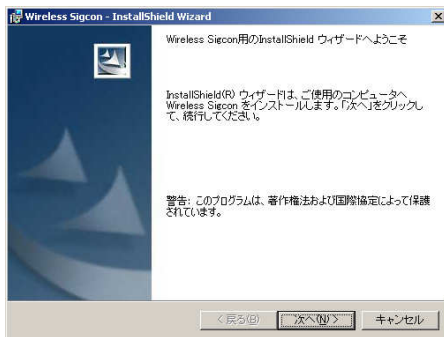

図6. インストール画面1
- ① 他のアプリケーションをすべて終了させ、付属の CD をパソコンに挿入し、『Setup.EXE』を実行してください。
- ② Setup が起動すると図6のような画面が表示されます。『次へ』ボタンをクリックしてください。